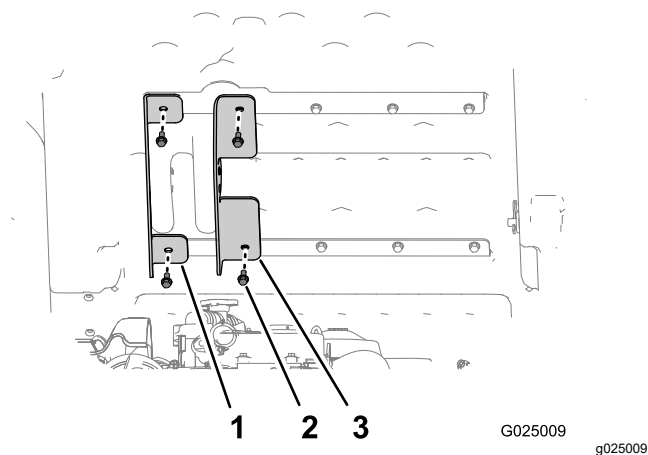

Figure 6
3. Alignez le support de levage extérieur gauche (le support à brides courtes) sur les trous extérieurs des renforts supérieur et inférieur du plateau (Figure 6).
4. Fixez le support de levage extérieur au plateau à l'aide des 2 boulons que vous avez retirés à l'opération 1, et serrez les boulons à la main (Figure 6).
5. Alignez le support de levage intérieur (le support à brides longues) sur les trous intérieurs des renforts supérieur et inférieur du plateau (Figure 6).
6. Fixez le support de levage intérieur au plateau à l'aide des 2 boulons que vous avez retirés à l'opération 2, et serrez les boulons à la main (Figure 6).
8. Serrez les 4 boulons (5/16" x 3/4") qui fixent les supports de levage intérieur et extérieur au plateau (Figure 6) à un couple de 15 à 16,6 N·m.